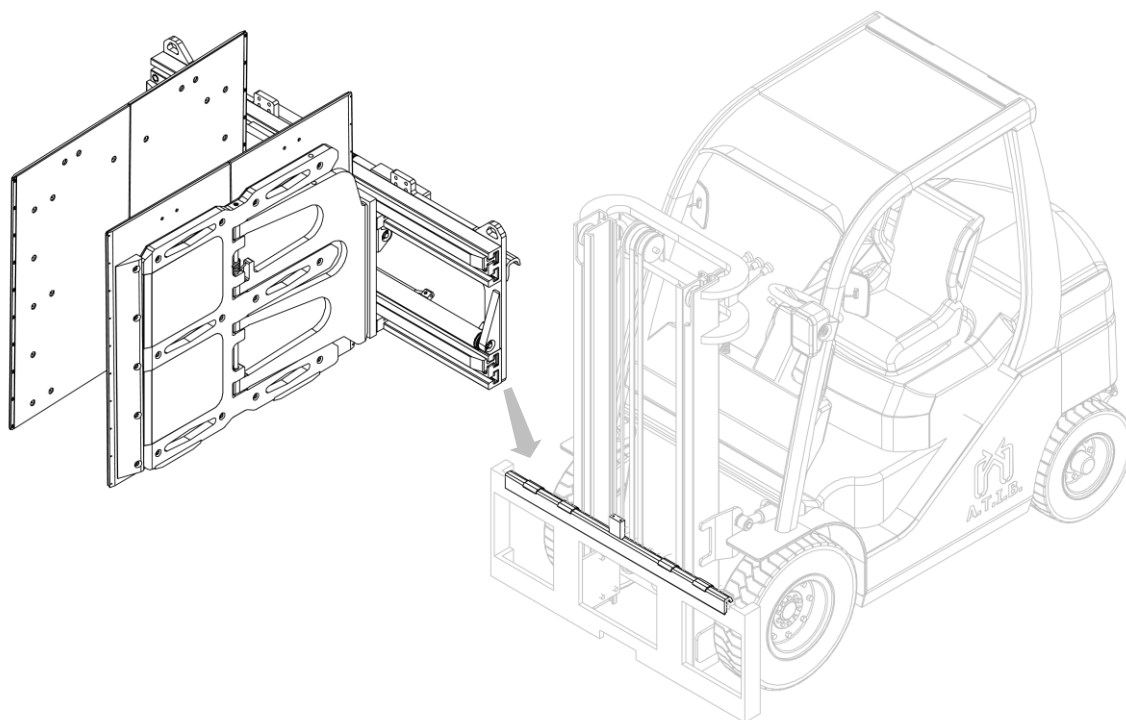

Figure 7
7. Accrocher l'équipement à l'aide d'un pont roulant ou d'un palan de portée suffisante et le placer sur le double crochet, en veillant à le positionner correctement (voir Figure 7)..